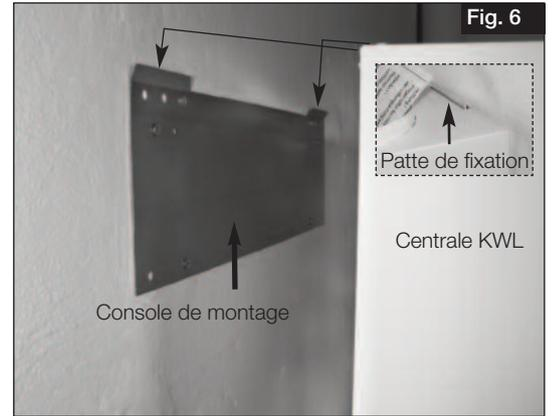

Fig. 6
3. Fixer la console de montage fournie au mur puis accrocher l'appareil sur cette plaque au moyen des pattes situées à l'arrière du groupe (fig.6).